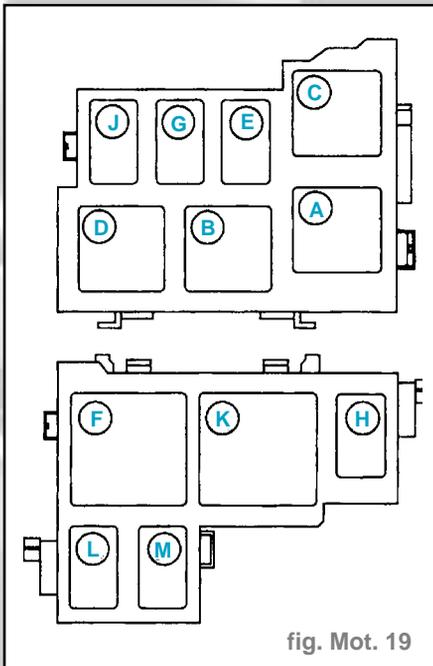

fig. Mot. 19
- Shunter les bornes (3) et (5) du relais (L) de pompe à carburant (il est situé dans la boîte fusibles moteur). En une minute, le débit de pompe doit être au minimum sous une tension de 12 volts de **1,3 l** (fig. Mot. 19).
- Shunter les bornes (3) et (5) du relais de pompe à carburant (L) situé dans le boîtier fusibles moteur (fig. Mot. 19).